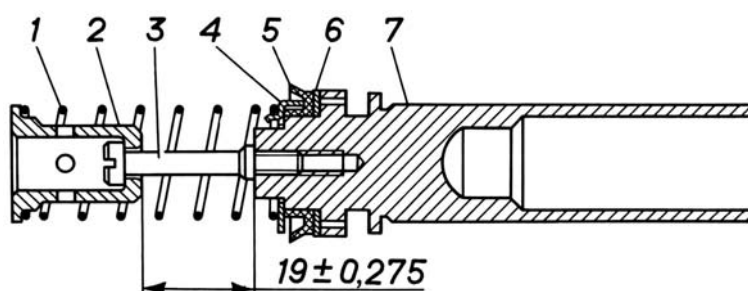

Рис. 1.9. Первичный поршень главного цилиндра: 1 - пружина; 2 - держатель пружины; 3 - винт; 4 - упорная шайба; 5 - манжета; 6 - шайба; 7 - поршень
- извлечь рукой за хвостовик поршень 7 в сборе. Снять с поршня направляющую втулку 9, наружную манжету 10 и упорное кольцо 11. Не рекомендуется без необходимости вывертывать винт 3 (рис. 1.9) держателя и разбирать вторичный поршень.
- собрать первичный поршень (см. рис. 1.9), проверить размер ($19 \pm 0,275$) мм (нерегулируемый);